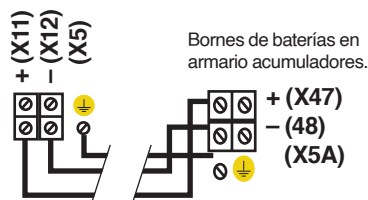

Fig. 22. Conexión sistema con un armario de baterías.
- Conectar la manguera de cables, por lo general suministrada, entre los bornes (X11) - (X12) del sistema y los (X47) - (X48) del armario o bancada de baterías, respetando el color de los cables (rojo para (+), negro para (-) y verde-amarillo para el tierra de enlace (⚡)) así como la polaridad indicada en el etiquetado del equipo (ver Fig. 22).